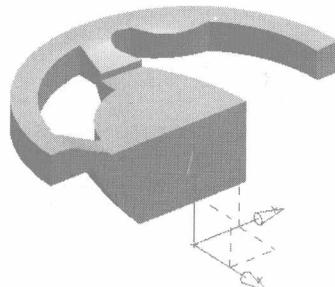

图1-15
- (4) 在【限制】栏中设置【终点】的拉伸方式为【贯通】。
- (5) 在【布尔】栏中设置布尔运算方式为【求差】，单击【确定】按钮创建拉伸切除特征，如图 1-15 所示。